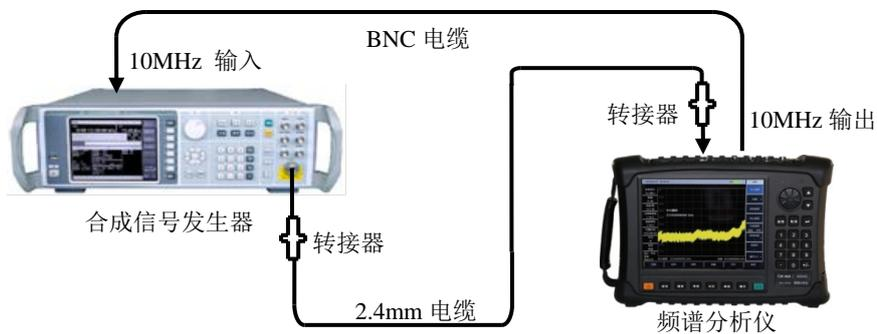

图 13-7 边带噪声测试示意图
- 1) 如图 13-7 连接测试仪器，频谱分析仪为合成信号发生器提供频率参考。